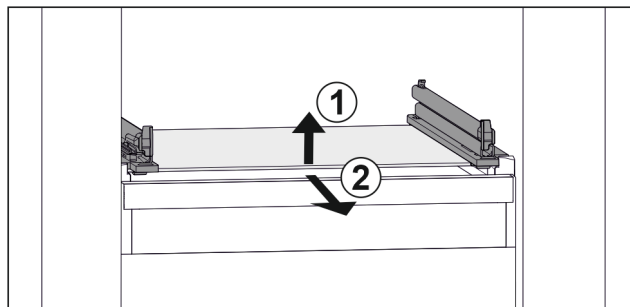

Fig. 87 Príklad zobrazenia sklenenej dosky
- Nadvihnite sklenenú dosku vpredu. Fig. 87 (1)
- Odoberte sklenenú dosku dopredu. Fig. 87 (2)